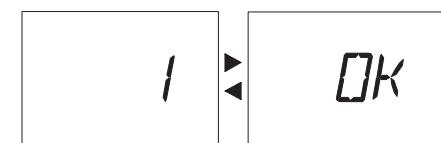

Рис. 28
- 8 Через 5 секунд после ввода желаемого значения **Типа газа** произойдет автоматическое сохранение настройки, после чего на ЖК-дисплее отобразится надпись **OK** (Рис. 28) в качестве подтверждения сохранения.